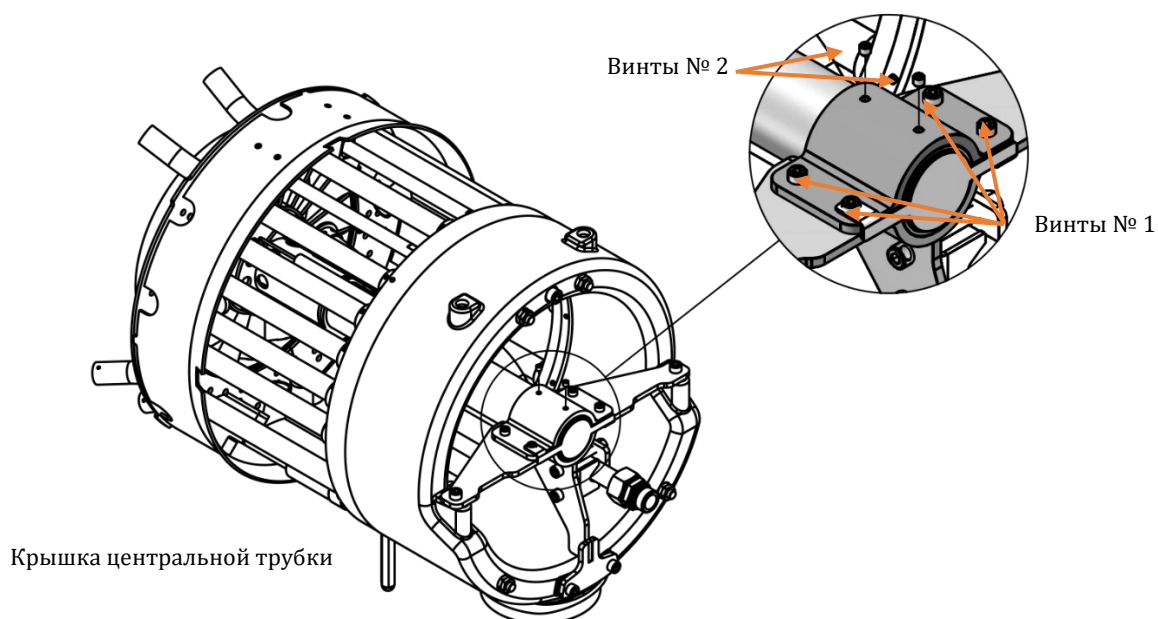

Рис. 43- Монтаж смесительного устройства горелки RGB-M-1350
- 8- Установите трубку держателя искровых электродов на держатель центральной трубы с помощью винтов №1 в соответствии с Рис. 43.